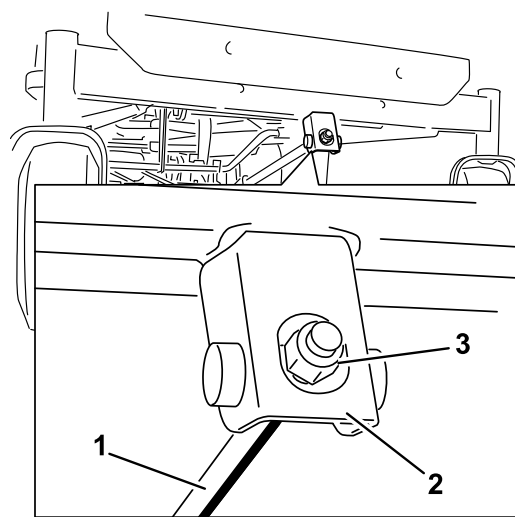

**Figure 65**
4. Faites pivoter les lames avec précaution pour faire passer les pointes avant à l'arrière (Figure 64 et Figure 65).
5. Mesurez la distance entre la pointe de la lame avant et la pointe de la lame arrière par rapport à la surface plane (Figure 64 et Figure 65). Si la pointe avant de la lame n'est pas de 1,6 à 7,9 mm plus basse que la pointe arrière, réglez le contre-écrou avant.
8. Une fois le réglage effectué, vérifiez à nouveau l'inclinaison avant/arrière des lames. Poursuivez le réglage de l'écrou jusqu'à ce que la pointe avant de lame soit de 1,6 à 7,9 mm plus basse que la pointe arrière (Figure 64 et Figure 65).